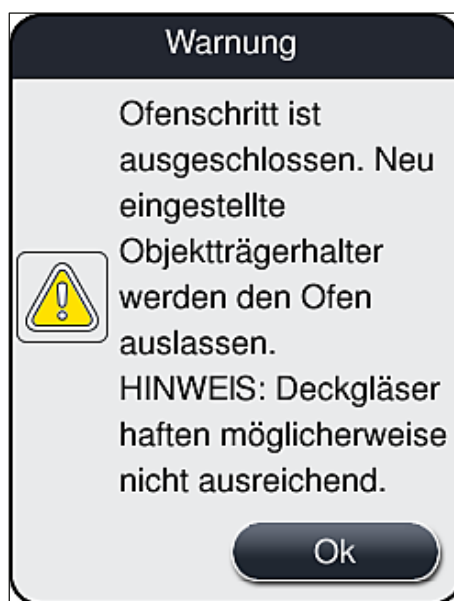

Abb. 36
- 3. Durch Drücken der Taste **Speichern** (→ Abb. 33-5) die Einstellung übernehmen und die nachfolgende Meldung (→ Abb. 36) beachten und mit **Ok** bestätigen.